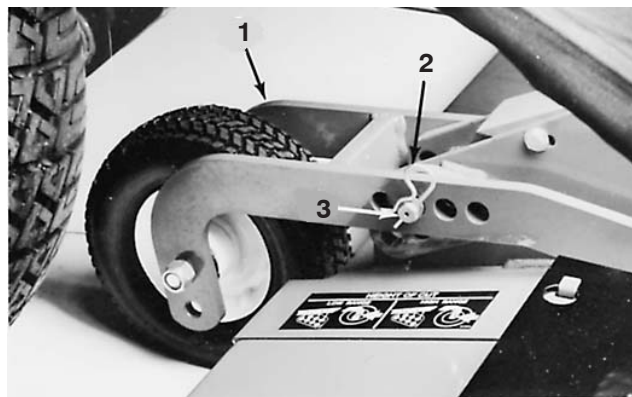

Figure 61
3. Retirez les goupilles fendues et les axes de chape des (2) ensembles pivotants arrière (Fig. 61). Mettez l'axe de chape gauche de côté et insérez l'axe de chape droit dans les trous à l'extrémité avant du bras de roue pivotante, à droite de l'unité (Fig. 59). Le bras pivotant et la goupille doivent être appuyés contre le haut de l'unité.